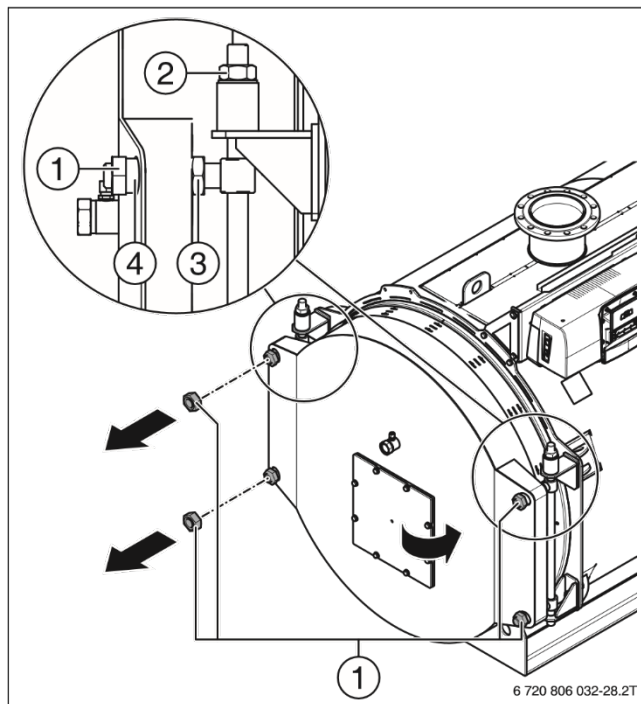

Рисунок 14 Открытие двери котла
- Левая сторона: опустите шарниры, отвернув гайку [2] на 2 - 3 оборота. Дверь больше не может лежать на осях шарнира двери [4] (→Рисунок 14). Правая сторона: поверните стопорную гайку [3] на 2 - 3 оборота в направлении двери котла. Таким образом дверь сдвигается от котла. Между дверью и котлом должен быть зазор не менее 5 мм, чтобы не повредились уплотнения.
- ▶ Заверните гайки (Рисунок 14, [1]) на осях шарниров [4], и притяните дверь до уплотнительных поверхностей.